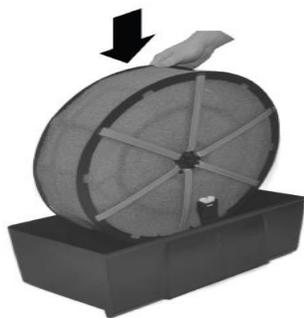

Рис. 16
1. Поместите барабан фильтра в резервуар для воды (рис. 16).